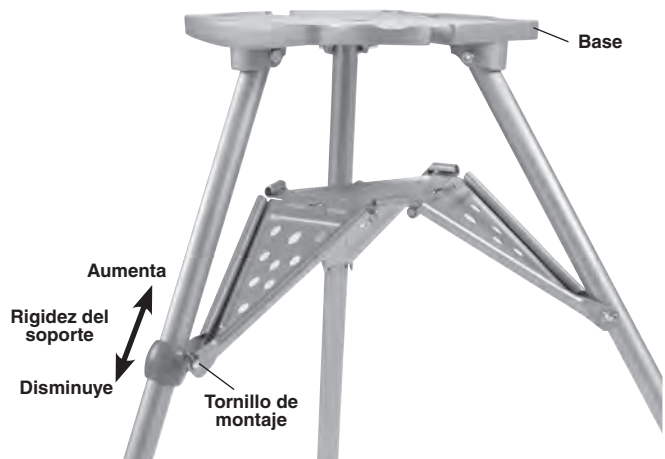

Figura 5 – Ajuste de la bandeja del soporte
- b. Afloje el tornillo de montaje en el soporte trasero de la bandeja (vea la Figura 5).